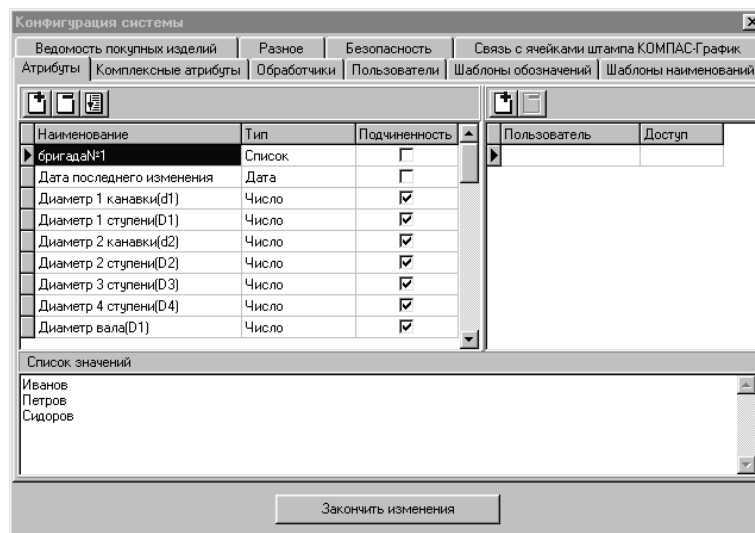

Рис. 17. Конфигурация системы
- 3.13. В созданном атрибуте в поле «Список значений» ввести фамилии студентов бригады (рис. 17).